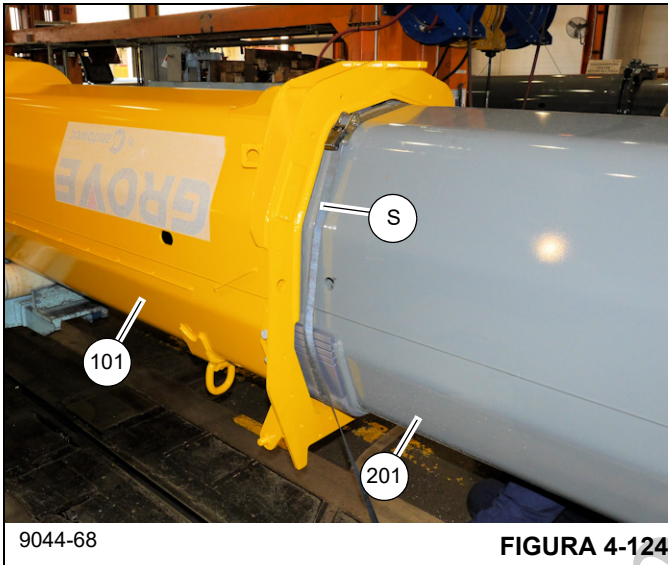

FIGURA 4-124
94. Inserte la sección telescópica 1 (201) hasta que las almohadillas de desgaste en la parte inferior externa de la sección telescópica 1 (201) estén dentro de la base (101). Retire la tira de trinquete (S) e inserte aún más la sección telescópica 1 (201) en la base (101) (vea la Figura 4-124).